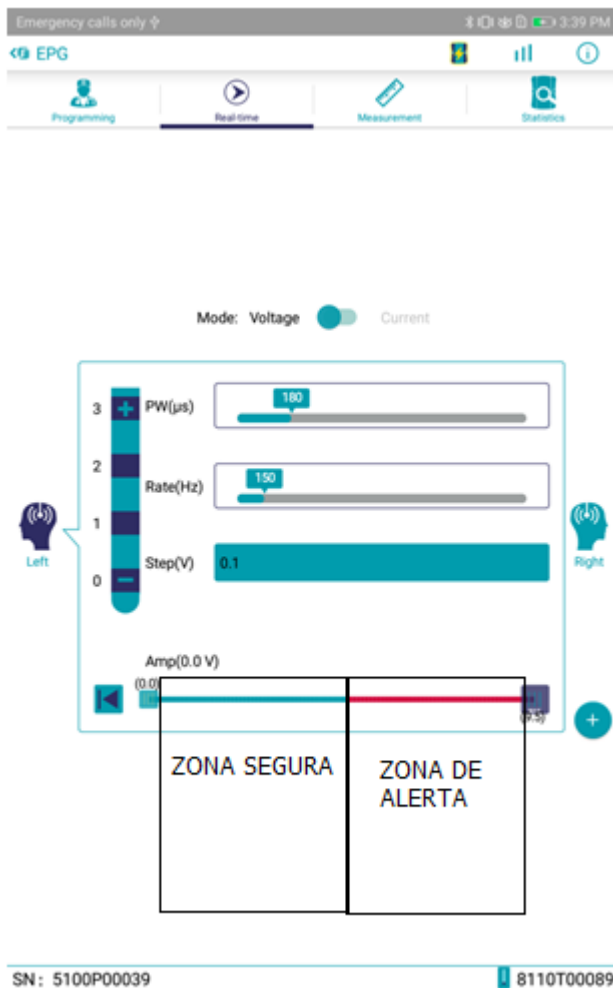

FIGURA 38: Zonas seguras y de alerta.\*
2) Las áreas seguras y de advertencia se indican en la barra deslizante de acuerdo con la combinación de los ajustes de ancho de pulso, frecuencia y amplitud máxima (Figura 38).